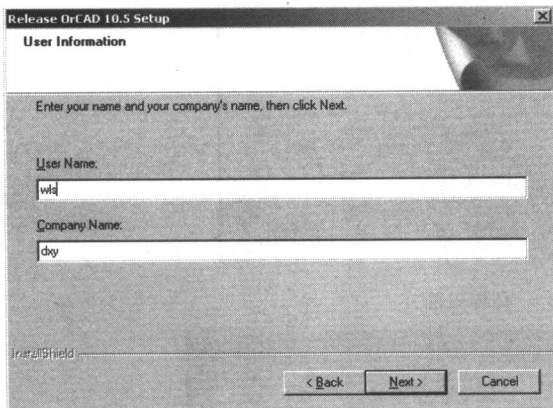
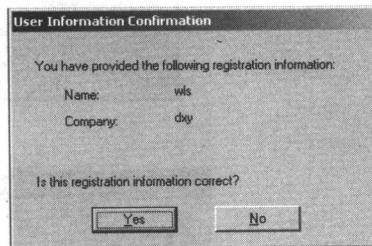

图 1.2.7 用户信息对话框
图 1.2.8 用户信息确认界面
(5)在弹出的如图 1.2.7 所示的用户信息对话框中，输入各用户信息后，点击“Next”按钮，会弹出如图 1.2.8 所示的用户信息确认界面，如果有错，点击“No”按钮，并返回上一步更改，否则点击“Yes”按钮。